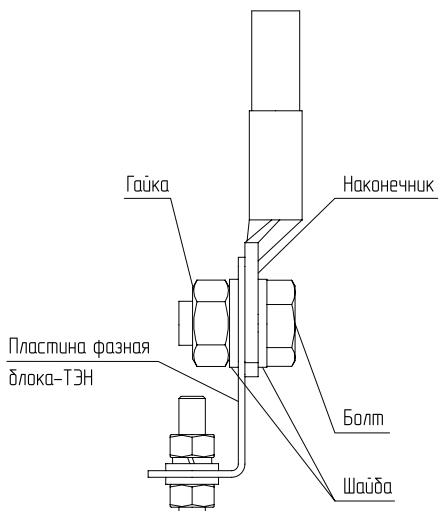

Рис.6 Присоединение проводов к выводам блок ТЭН
- При замене блок ТЭН присоединение фазных проводов к выводам блок ТЭН производить согласно **Рис.6.**;
- Провод нейтрالي «N» подключить на перемычку блока ТЭН (**Рис.6**).